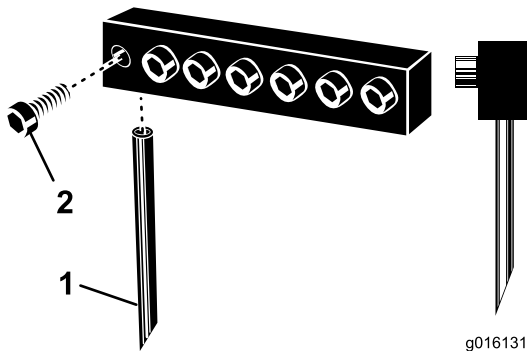

图27
3. 旋松夹紧螺栓，然后拆下之前使用的打孔针（图 27）。
注意： 空心打孔针的放置应使排出槽朝向后面，而实心打孔针则应使针尖角度朝向机器（图 27）。